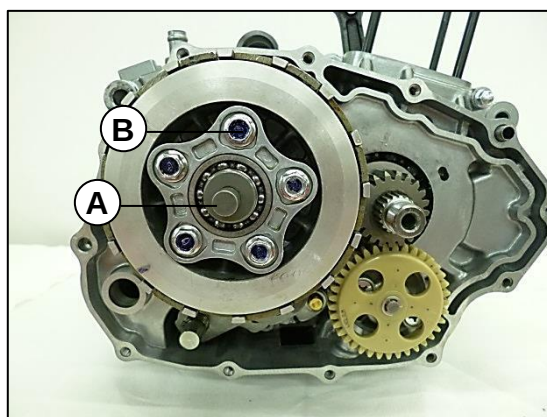

Fig. 05
Retire el empujador del clutch (A) desensamble los tornillos (B) que presionan el porta rodamiento y los resortes. **Fig. 05**